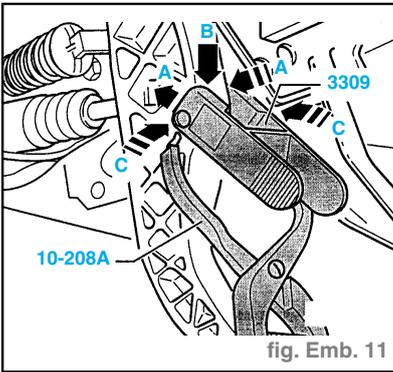

fig. Emb. 11
- Désolidariser comme suit la tige d'actionnement/le cylindre transmetteur de la pédale d'embrayage (fig. Emb. 11).